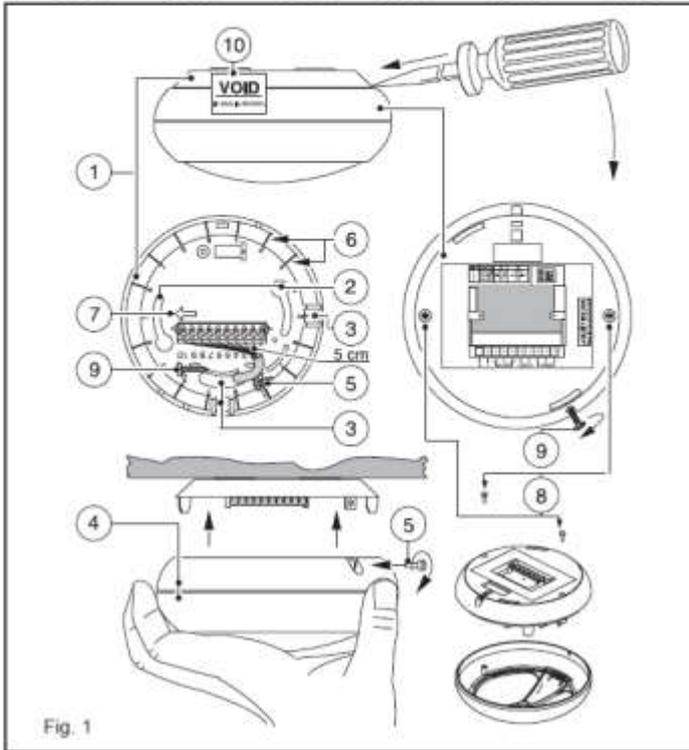
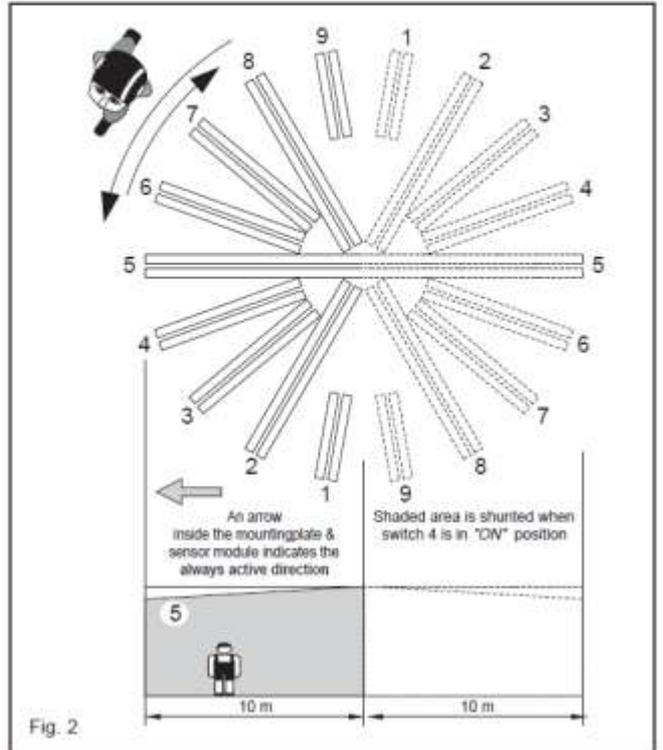

Fig. 1
Fig. 2
INSTRUCTIONS DE MONTAGE (Fig. 1)
EMPLACEMENT DU DÉTECTEUR (Fig. 2)
Remarque: La flèche (Fig. 1 ⑧ et Fig. 2) indique la direction du rideau central et la direction active lorsque l'interrupteur 4 est sur "ON".